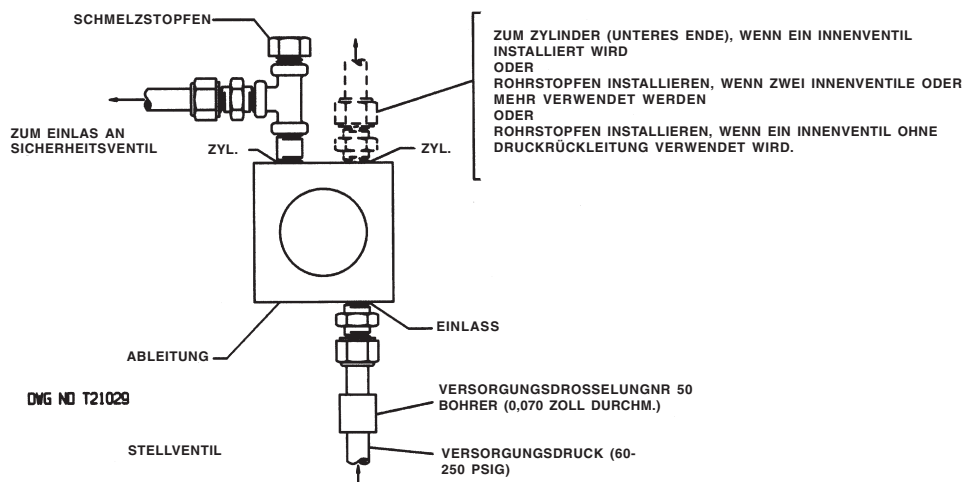

Abbildung 11
1. Für die Leitungsverlegung beim STELLVENTIL siehe Abbildung 11,
- AN TANKS MIT INNENVENTIL: ZU ZYLINDER AN STELLVENTIL (SIEHE ABB. 11 & 15)